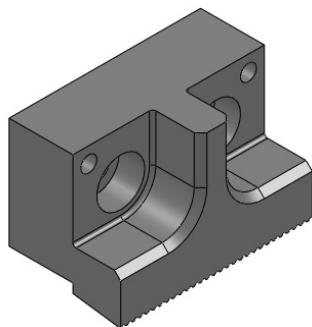

图 3-95 齿条最终效果
**03** 保存文件。单击“快速访问”工具栏中的保存按钮, 将零件保存为“齿条.sldprt”。利用旋转功能观察模型，最终效果如图 3-95 所示。